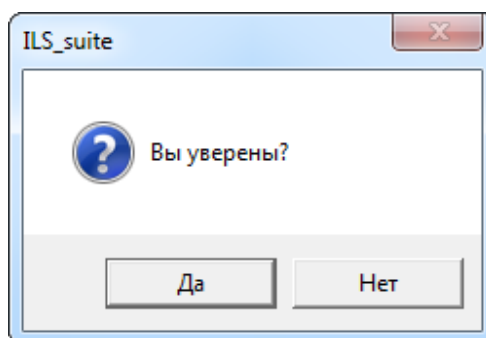

Рис. 13-57 – Подтвердить намерение удалить правило совместимости
- 2) В появившемся окне нажать «Да» для подтверждения действия (рис. 13-57).